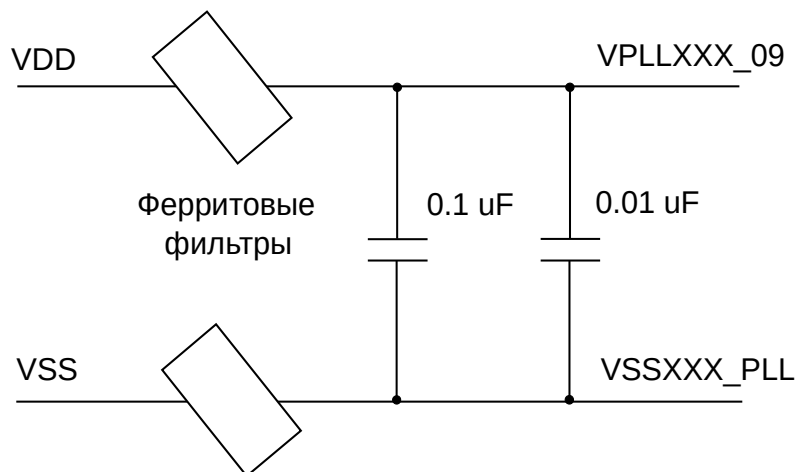

Рисунок 3 - Подключение доменов питания 0,95 В
- 4) Может соединяться на плате с другими доменами питания PLL (и только PLL) с помощью двух ферритового фильтров (BLM15AX601SN1D или подобным) и двух шунтирующих конденсаторов ёмкостью 0,1 мкФ и 0,01 мкФ, см. рисунок 3.